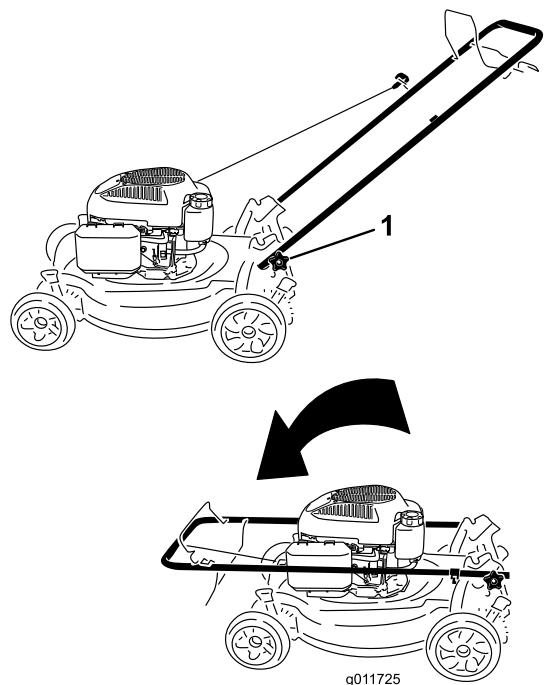

Рисунок 24
1. Ослабьте круглые рукоятки настолько, чтобы можно было свободно двигать верхнюю рукоятку (Рисунок 24).
2. Продвиньте рукоятку вперед, как показано на Рисунок 24.